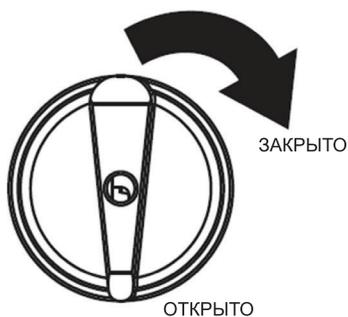

Рис. 10
1. Откройте топливный кран (положение «Открыто») (рис. 10)